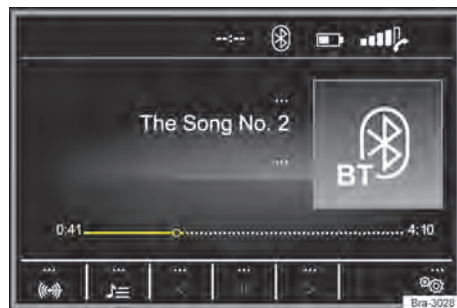

Fig. 129 Menu principal de mídia.
– Pressionar o botão **MEDIA** para abrir o menu principal **MEDIA** → Fig. 129.
As fontes de mídia que são reproduzidas atualmente são exibidas na superfície de função na parte inferior esquerda → Fig. 129.
Legenda da → Fig. 129 e → Fig. 130: